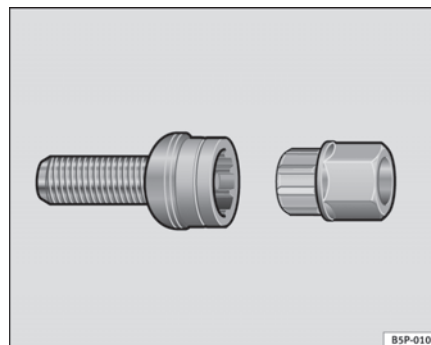

Fig. 136 Låsebolte
- Sæt adapteren helt ind i låsebolten ⇒ fig. 136.